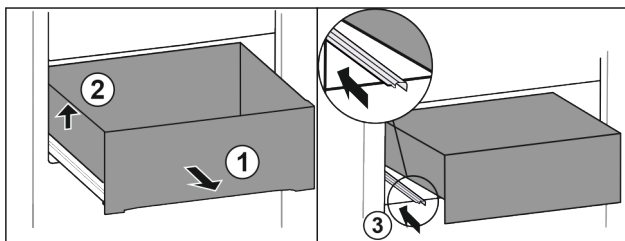

Fig. 92
- Lade tot de aanslag eruit trekken. Fig. 92 (1)
- Lade links optillen. Fig. 92 (2)
- Linker rail erin schuiven. Fig. 92 (3)